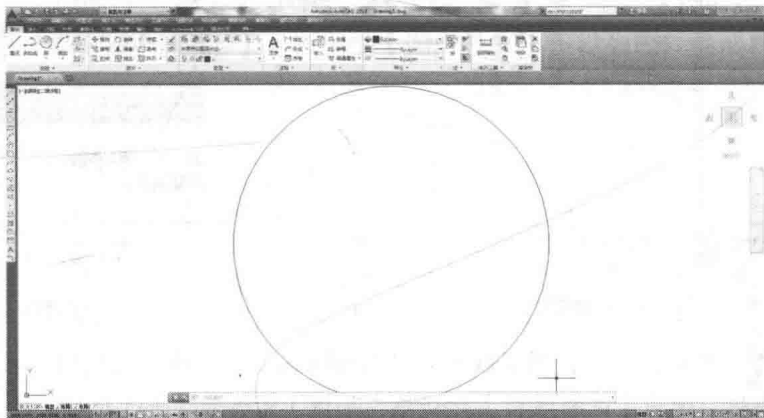

图 1-5 用圆设定绘图区域大小
(2) 选择菜单命令【视图】/【缩放】/【范围】, 直径为 100 的圆就充满了整个程序窗口, 如图 1-5 所示。